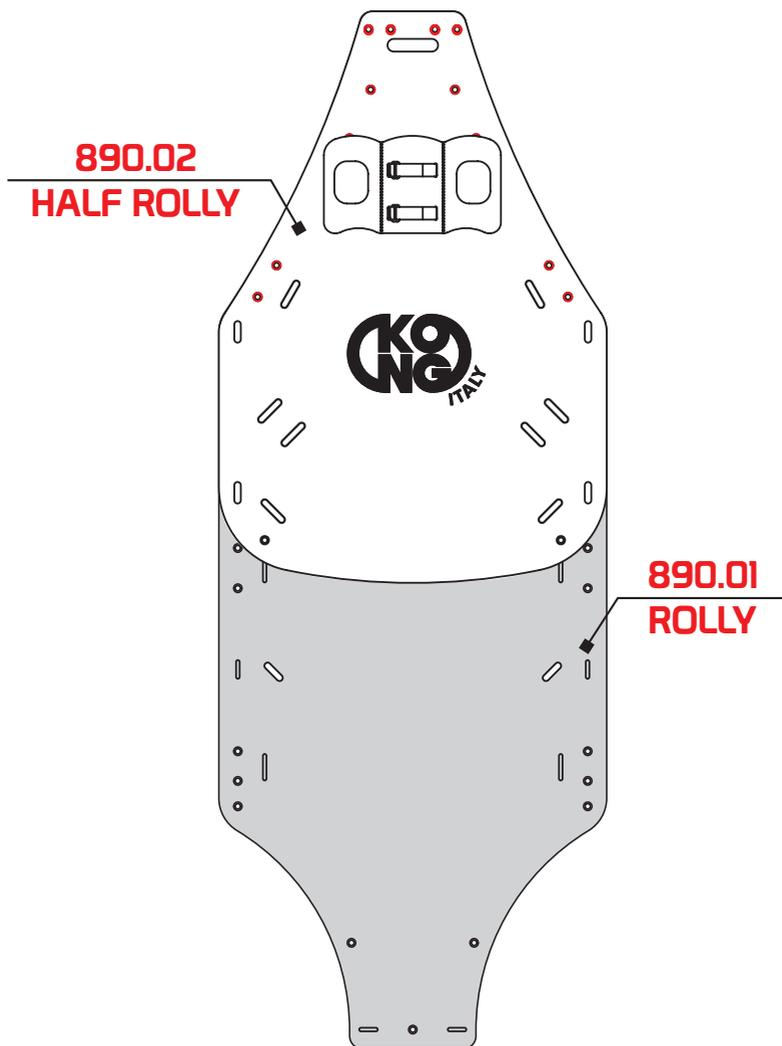
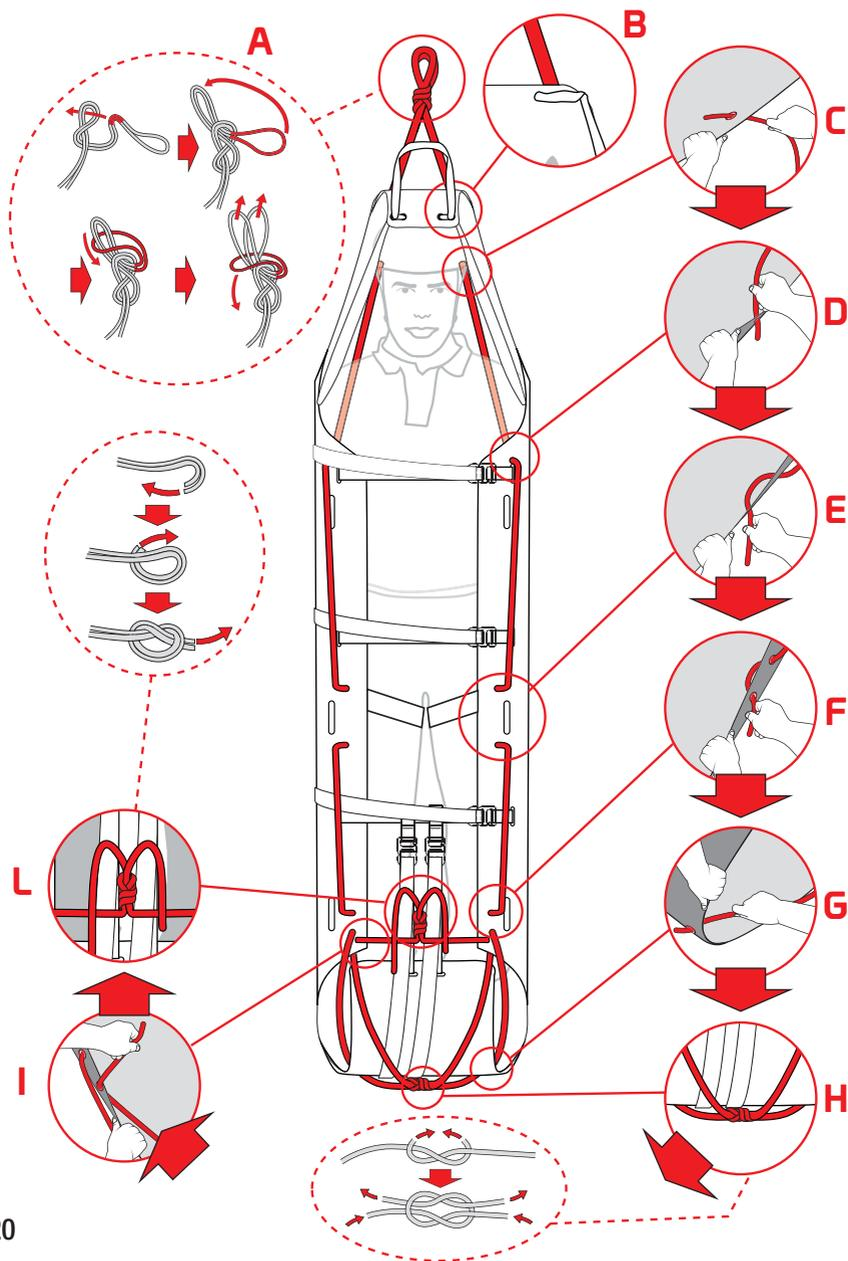

Fig.19
Fig.20
- sovrapporre il telo "HALF ROLLY" con il paziente, verificare l'allineamento dei fori (fig. 19) e inserire la corda (M) – fig. 20.